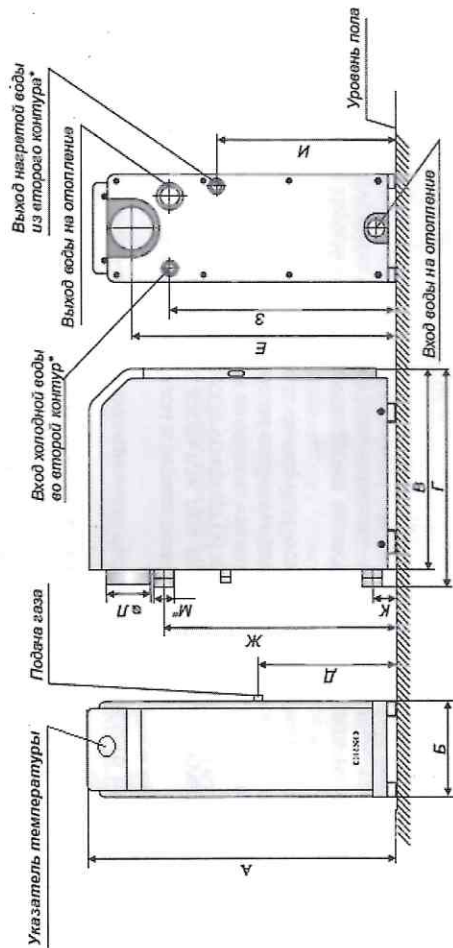
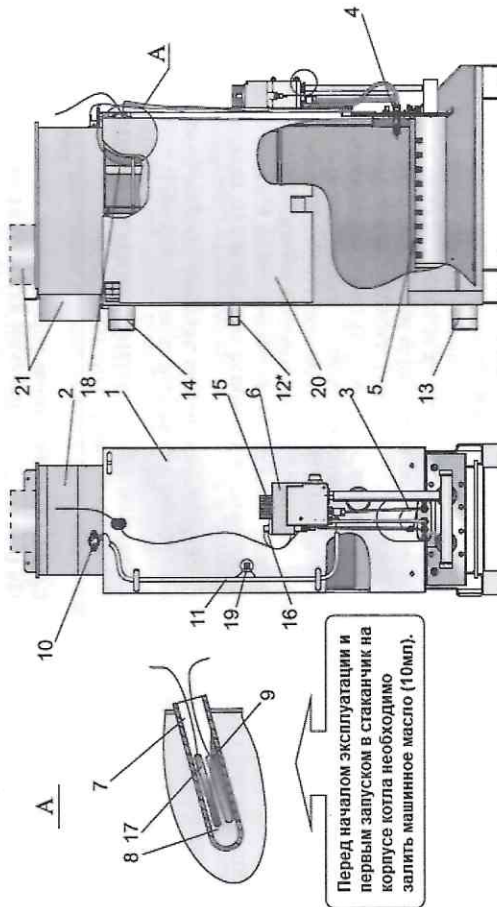
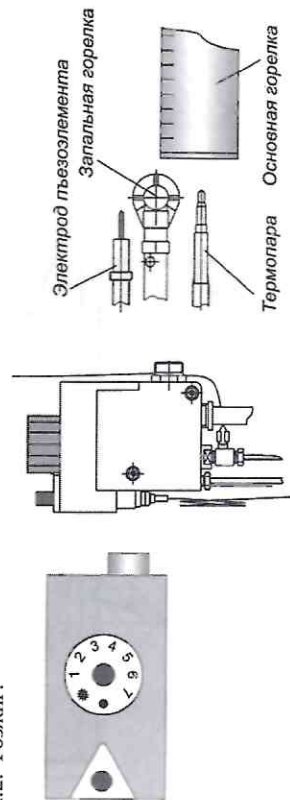

Рис. 1. Общий вид котла «ДАКОР»
Рис. 2. Схема конструкции котла «ДАКОР»
Рис. 7.
5.1. Котёл (рис.1) выполнен в виде напольного шкафа прямоугольной формы, лицевая сторона которого закрыта дверкой, обеспечивающей доступ для запуска котла и управления его работой.
Котёл состоит из следующих основных частей: корпуса котла (поз.1 рис.2), который состоит из топки и теплообменника. В теплообменнике котла установлены турбулизаторы (поз. 18) для наиболее полного отбора тепла при сжигании природного газа и передачи его теплоносителю; газохода (поз. 2); горелок: основной (поз.5) и запальной (поз.4); автоматики безопасности с газовым клапаном (поз.6); патрубков подвода (поз.13) и отвода теплоносителя (поз.14). В котлах с встроенным водонагревателем предусмотрены присоединительные патрубки (поз.12). На лицевой части корпуса котла расположено смотровое окно (поз.3) для контроля за розжигом и работой котла. В стаканчик (поз.7) установлен баллон указателя температуры (поз.17) и термобаллон (поз.9) газового клапана, служащий для управления его работой. Термостат (датчик тяги) (поз.10) служит для обеспечения его безопасной работы. Для наиболее полного отбора тепла снаружи корпус котла покрыт теплоизоляцией и декоративным стальным кожухом, покрытым порошковой эмалью. В верхней части кожуха котла установлен указатель температуры для контроля температуры воды в котле, (рис. 1).
- 6.8. При установке котла в систему отопления с открытым расширительным сосудом установка датчика перегрева (п.19, рис.2) не требуется, при условии, что отказ термостата управления не вызывает опасную ситуацию для пользователя или повреждение котла (ГОСТ Р 51733-2001).
Перед началом работы автоматики и запуском котла необходимо проверить наличие машинного масла в стакане корпуса котла (поз.7 рис.2)!!!
Изначальное положение круглой ручки управления рис.7 в позиции «выключено» (□)
Рис. 7 а.
Поверните ручку управления против часовой стрелки в позицию розжига (★) рис.7а. Нажмите ручку управления до упора и не отпускайте её, нажмите кнопку пьезорозжига (на запальной горелке должен появиться факел пламени). Не отпускайте ручку управления в течение 20-30 с. Отпустите ручку управления и проверьте наличие пламени на запальной горелке. Если нет пламени, повторите данную операцию, увеличивая время удерживая нажатой ручку управления.
Рис. 7 б.
Для включения основной газовой горелки плавно поверните ручку управления против часовой стрелки до положения 1...7 (рис.7 б). Максимальная температура теплоносителя соответствует цифре 7 на ручке управления. Температуру контролируйте по указателю температуры (рис.1), регулировку температуры теплоносителя (воды) осуществляет термостат газового клапана через термобаллон поз.9, рис.2, вставленный в стаканчик корпуса котла поз.7, рис.2.